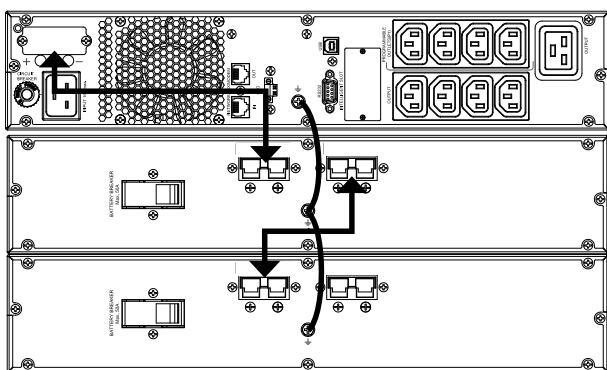

Fig. 10. Conexión con módulos de baterías.
Insertar el conector de un extremo de la manguera en el respectivo del SPS.ADVANCE RT2 y el del otro extremo al del módulo de baterías (ver Fig. 10).
- En la Fig. 10 se muestra la conexión de un equipo de 3 kVA en disposición tipo rack, con dos módulos de baterías. Para mayor número, operar de modo similar a los de la ilustración.